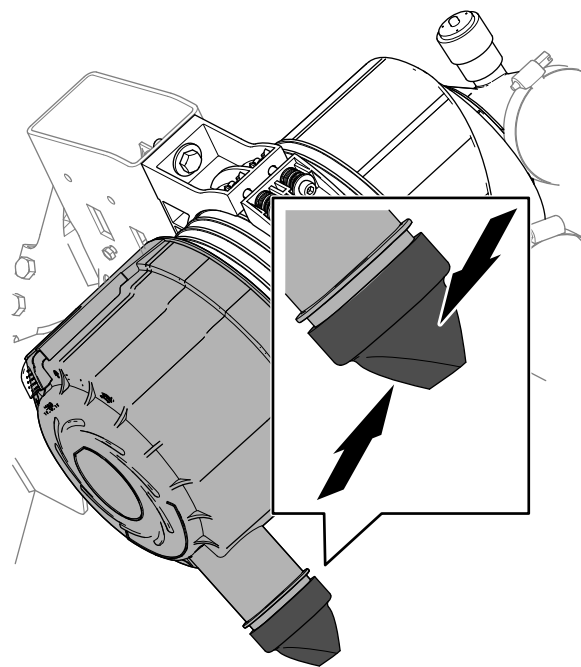

Figure 107
4. Pressez la valve d'éjection des poussières (Figure 107).